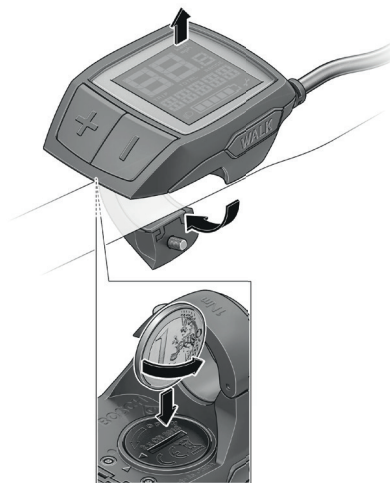

Abbildung 34 : Wechseln der Knopfzellen im Purion-Display
3. Öffnen Sie die Batteriefachabdeckung **95**, indem Sie sie mit einer Münze gegen den Uhrzeigersinn drehen (siehe Abbildung 34).